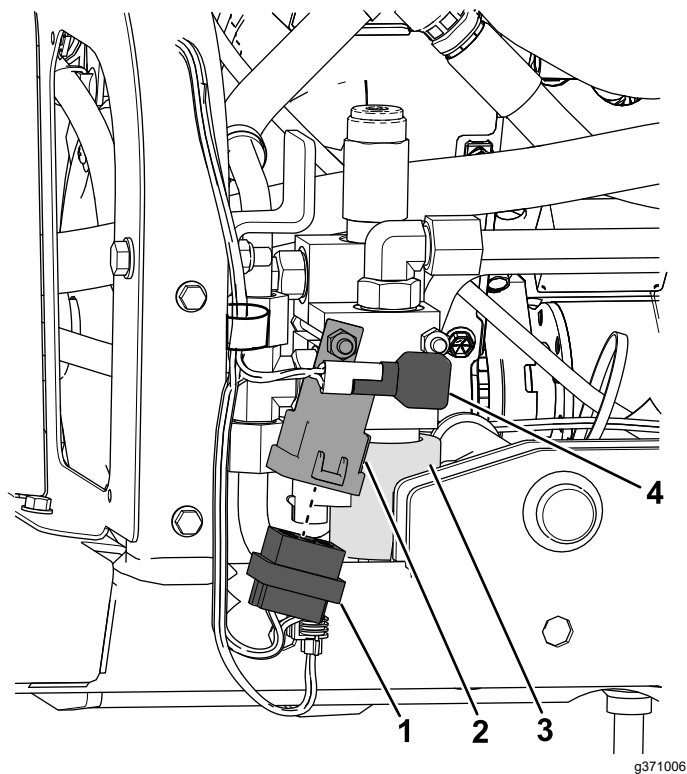

图 35
8. 将方形接头安装到阀门旁边安装的继电器图 35。
9. 将小接头安装到新阀门图 35。